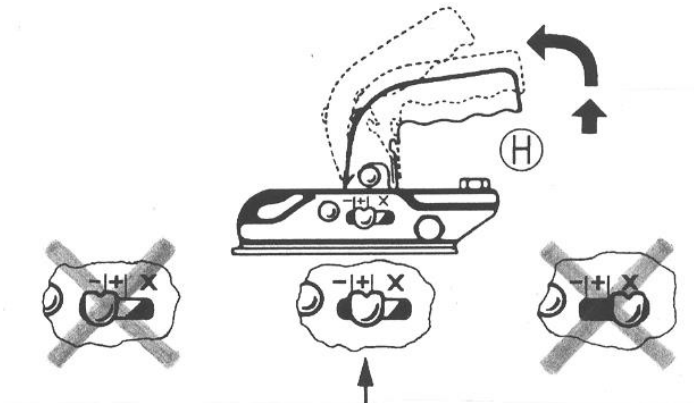
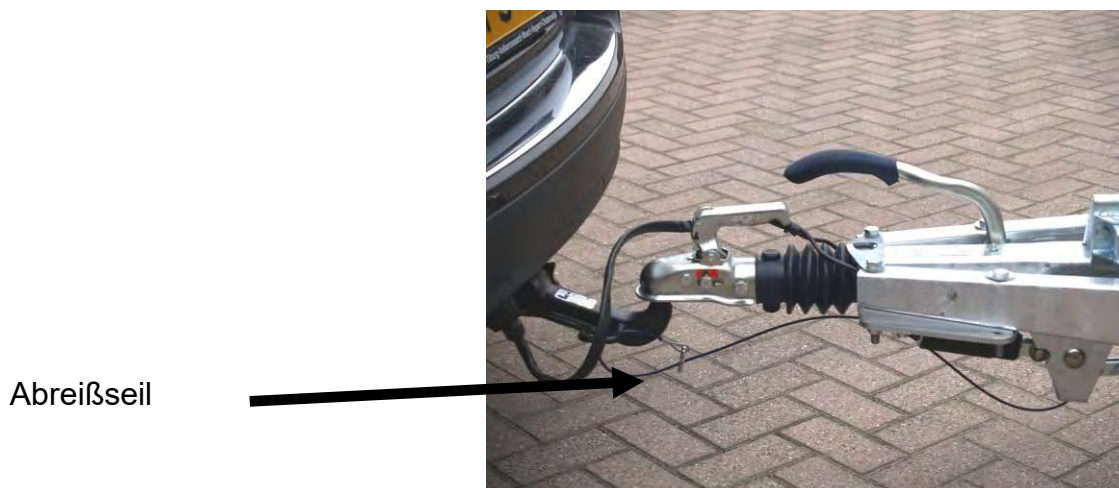

Abbildung 5
Abbildung 11
Öffnen Sie das Kupplungsgehäuse, indem Sie den Verriegelungsknopf auf dem Handgriff H eindrücken und dann nach oben bewegen. Setzen Sie die geöffnete Kupplung auf die Kugel des Zughakens am Zugfahrzeug und lassen Sie den Handgriff los. Der Handgriff muss nun von selbst in den Anfangszustand zurückgleiten. Das Schließen und Sichern erfolgt automatisch. Achten Sie auf die richtige Position >>+<< (siehe Abbildung 5). Befestigen Sie das Abreißseil (siehe Abbildung 11) und schließen Sie den Stecker an das Zugfahrzeug an. Drehen Sie das Stützrad nach oben und arretieren Sie es parallel zur Fahrtrichtung (das Stützrad darf die Bremsstange nicht behindern).
- Kontrollieren Sie die Kupplung. Das Kupplungsgehäuse muss die Kugel ganz und gesichert umschließen. Achten Sie auf die richtige Position >>+<<(siehe Abbildung 5).
- Befestigen Sie das Abreißseil am Zugfahrzeug (siehe Abbildung 11).